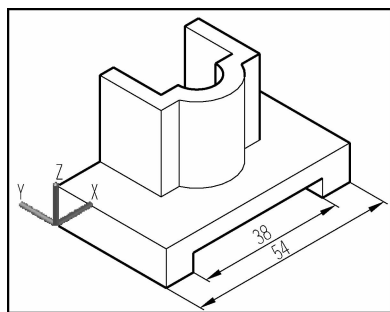

图 11-40 线性标注
(2)单击“标注”工具栏中的“线性”按钮,标注图形中的部分尺寸,如图 11-40 所示。